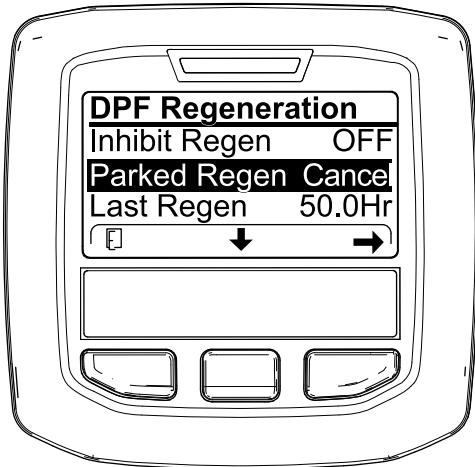
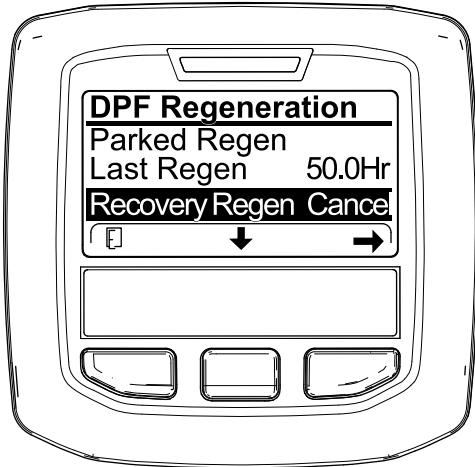

Figura 71
Figura 72
1. Aceda ao menu Regeneração do DPF (Figura 71).
2. Prima o botão central para ir até à opção CANCELAR REGENERAÇÃO EM ESTACIONAMENTO (Figura 71) ou CANCELAR REGENERAÇÃO DE RECUPERAÇÃO (Figura 72).
3. Pressione o botão direito para selecionar a entrada Cancelar regeneração (Figura 71 ou Figura 72).